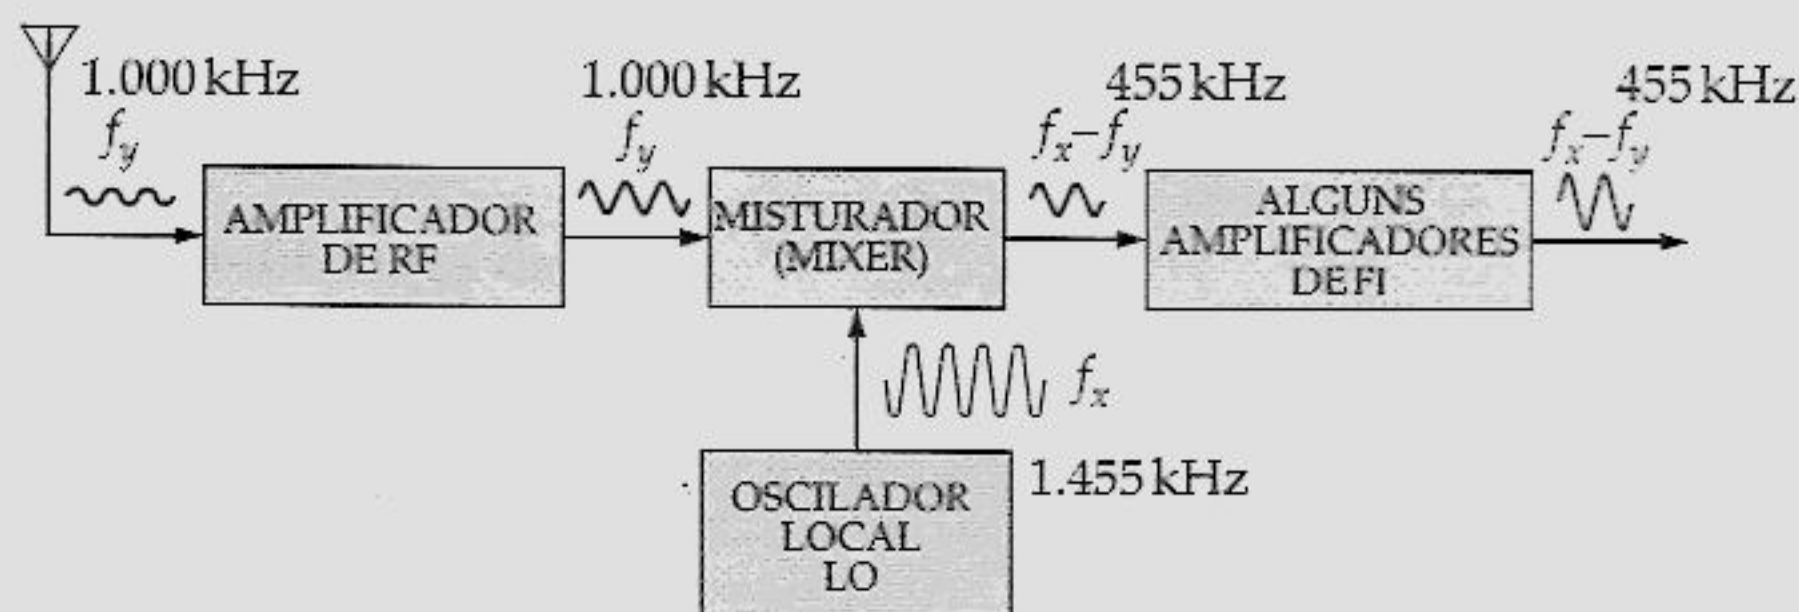

Figura 24.18 Estágio de entrada de um típico receptor AM.
A Figura 24.18 mostra o estágio de entrada de um típico receptor de rádio AM. A antena transfere um sinal fraco para o amplificador de radiofrequência (RF). Embora este aumente a intensidade do sinal, o sinal f_y que alimenta o misturador ainda é pequeno. O outro sinal de entrada do misturador vem de um circuito chamado de *oscilador local* (LO – *local oscillator*). Esse sinal é muito grande, o que produz a operação não-linear necessária para se obterem as frequências-soma e diferença. O misturador inclui um filtro que bloqueia todas as frequências, exceto $f_x - f_y$.
Como mostra a Figura 24.18, a saída do misturador é 455 kHz. Os amplificadores de FI são sintonizados e fixados nessa frequência. Portanto, o sinal de 455 kHz recebe do amplificador de FI um ganho de tensão máximo.